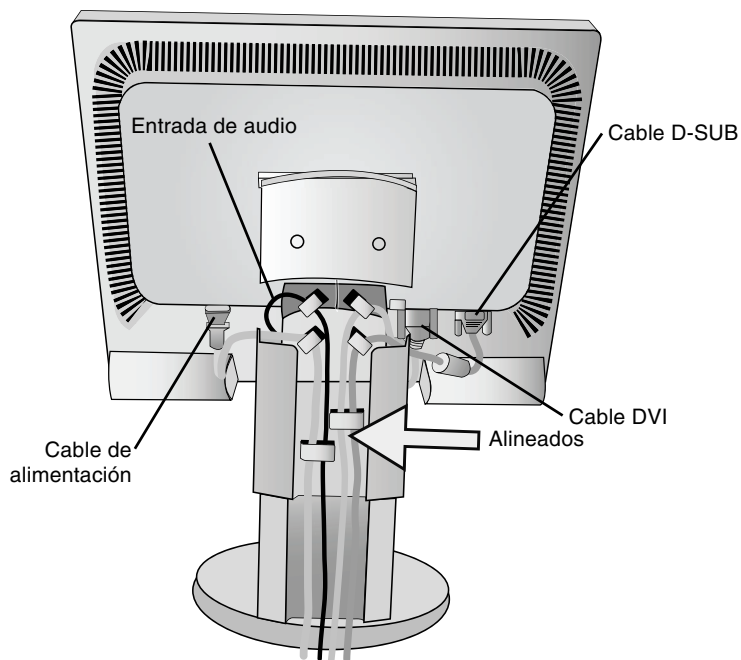
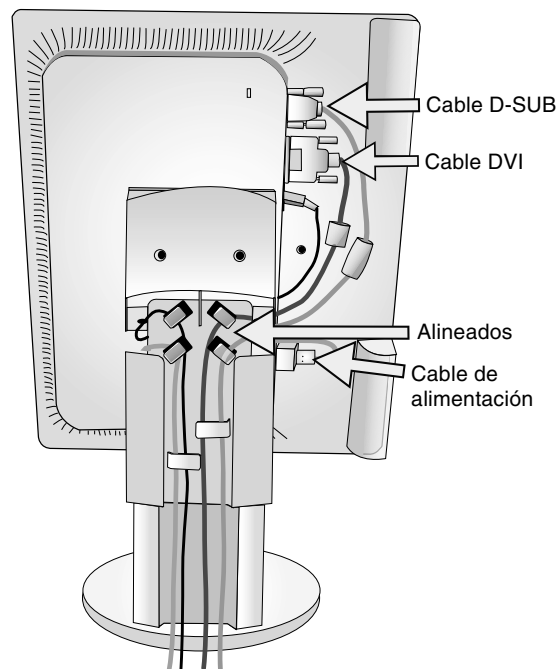

Figura C.2
Figura C.3
5. Para mantener los cables bien ordenados, colóquelos en el sistema de conducto para cables incorporado en el soporte. Introduzca el cable de alimentación en los corchetes correspondientes, como se indica en la **figura C.2/figura C.3**. Introduzca el cable D-Sub y los cables DVI en los corchetes correspondientes, como se indica en la **figura C.2/figura C.3**.
6. Asegúrese de que todos los cables quedan bien alineados con el soporte (**figura C.2**). Mientras lo esté haciendo, compruebe que la pantalla del monitor se puede inclinar, subir, bajar y girar bien.